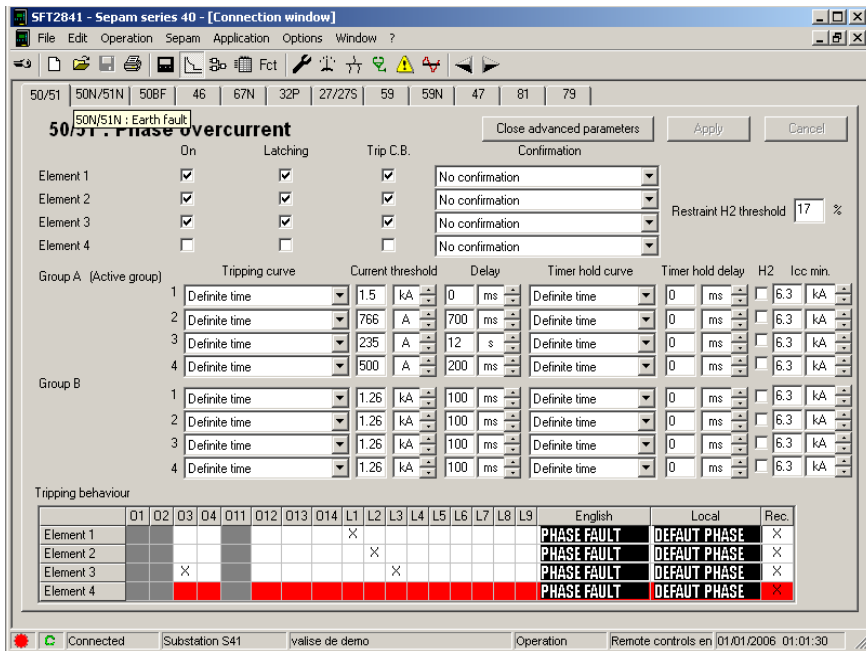

Рис. 1.8 - Установки токовых защит
4.1 Постепенно увеличивая ток через защиту дождитесь срабатывания защиты при величии тока равной 1,5, 2, 3, 4, 5 и 10 кратности тока уставки (для рис. 1.8 $I_{уст} = 235 \text{ A}$)